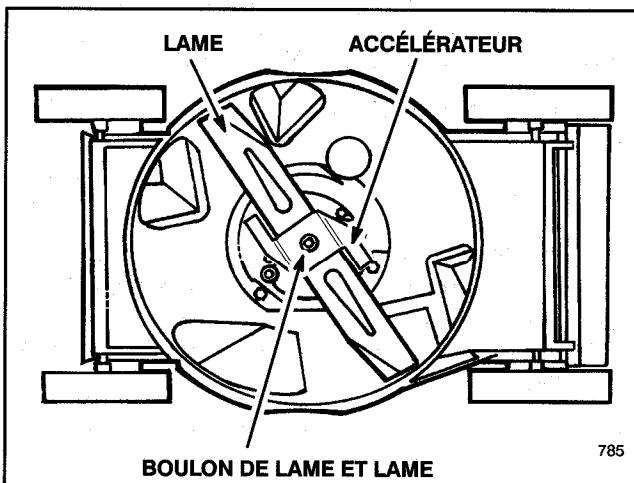

Figure 15
3. Retourner la tondeuse sur le côté droit (Fig. 15). Evitez de tourner la lame. Des problèmes de démarrage peuvent en résulter.
5. DÉPOSE DE LA LAME—saisir l'extrémité de la lame avec un chiffon ou un gant épais. Retirer le boulon de lame, la rondelle frein, l'accélérateur de lame et la lame (Fig. 15).